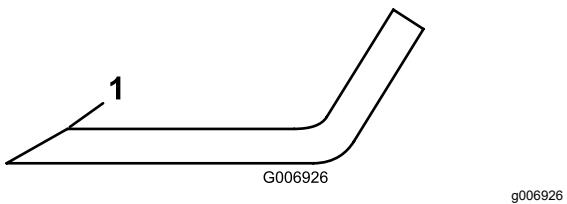

Bild 74
- Untersuchen Sie die Schnittkanten aller Messer. Wenn sie stumpf sind oder Kerben aufweisen, schärfen Sie nur die Oberseite der Schnittkanten und behalten dabei den ursprünglichen Schnittwinkel bei, um die Schärfe des Messers zu gewährleisten (Bild 74).